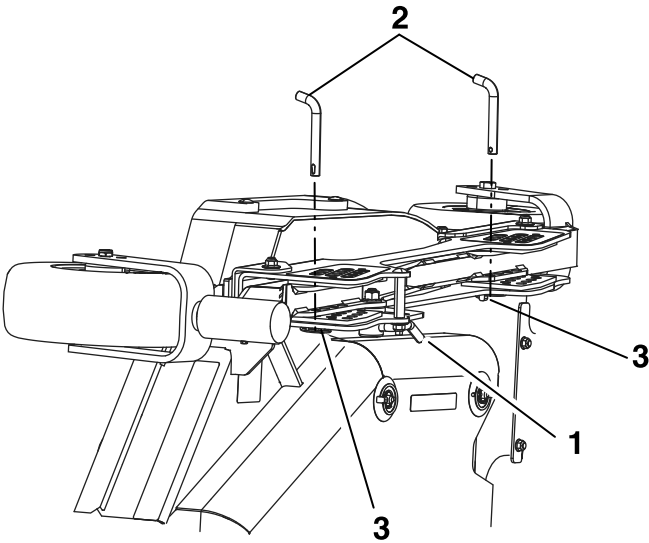

Figure 28
- B. Débloquez les verrous à came situés sur le profilé de hauteur de coupe du tablier latéral (Figure 28).
- D. Placez le tablier latéral à la hauteur adéquate et reposez les goupilles de hauteur de coupe et les goupilles à anneau (Figure 28).